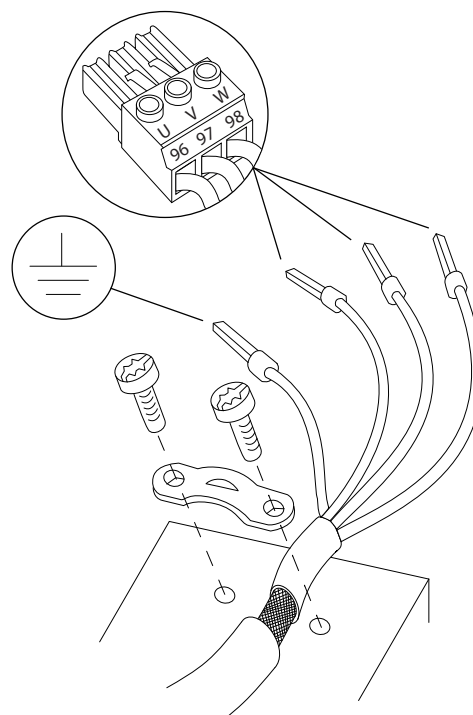

Ilustración 4.5 Conexión del motor
3. Conecte el cable de conexión toma a tierra al terminal de conexión a tierra más cercano, según las instrucciones de conexión a tierra que aparecen en el *capítulo 4.3 Conexión a tierra*. Consulte la *Ilustración 4.5*.
4. Conecte el cableado del motor trifásico a los terminales 96 (U), 97 (V) y 98 (W), como se muestra en la *Ilustración 4.5*.